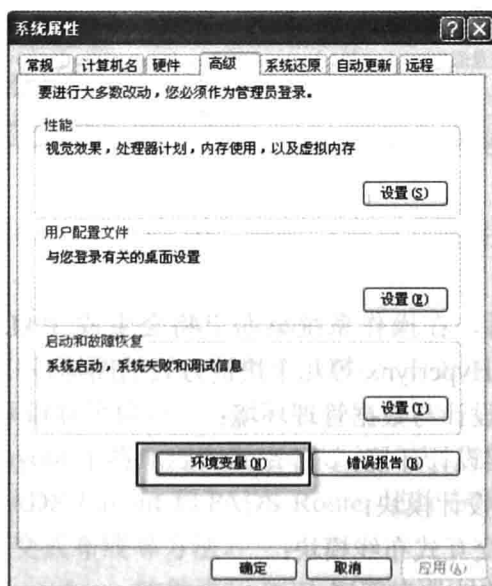

图 1-13 “系统属性”对话框
(10) 用鼠标右键单击“我的电脑”图标，在弹出的快捷菜单上选择【属性】命令，在打开的“系统属性”对话框中单击“高级”标签，单击其中的【环境变量】按钮，如图 1-13 所示。